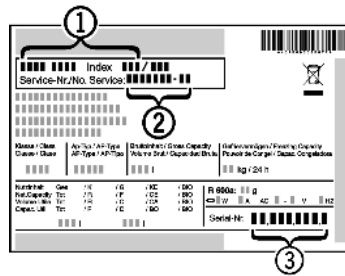

Fig. 18
- ▶ Očitajte naziv uređaja Fig. 18 (1), servisni broj Fig. 18 (2) i serijski broj Fig. 18 (3) s tipske pločice. Tipska pločica nalazi se na lijevoj unutarnjoj strani uređaja.